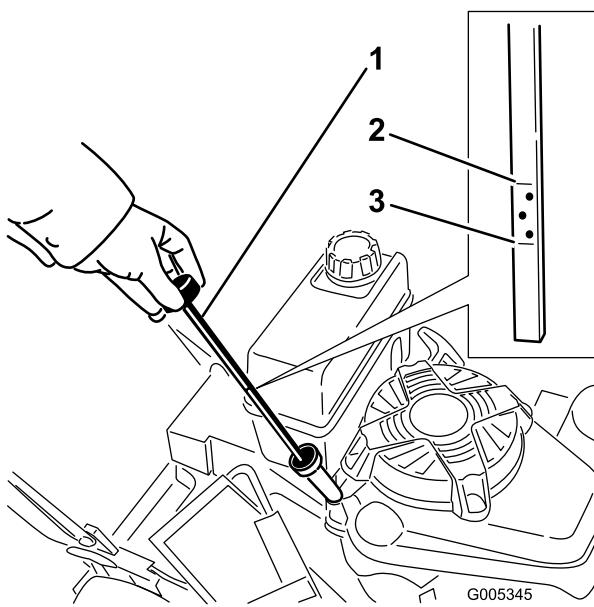

Figura 12
2. Limpie alrededor de la varilla (Figura 12).
6. Observe en la varilla el nivel de aceite (Figura 12).
Antes de cada uso, compruebe que el nivel de aceite está entre las marcas Añadir y Lleno de la varilla (Figura 12).